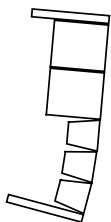

Fig. 34: Sécurisation de la colonne en utilisant un deuxième Q Flying frame
- Les lignes sources supérieures à trois baffles, doivent être sécurisées à l'aide d'une Z5059 Q Flying Frame supplémentaire. Les élingues ainsi que tout autre sécurité doivent être repris sur ce composant et non sur les baffles eux même (Fig. 34).